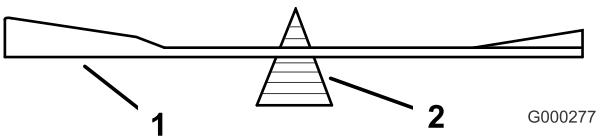

Figure 61
2. Vérifiez l'équilibre de la lame en la plaçant sur un équilibrage (Figure 61). Si la lame reste horizontale,